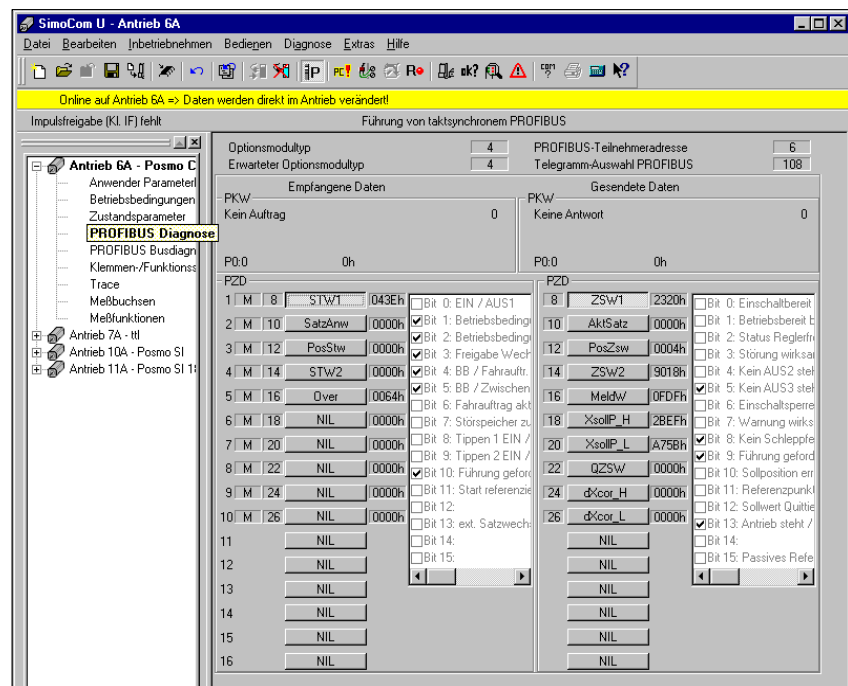

Fig. 5-38 Parametrización accionamiento maestro
P. ej., el valor real (datos transmitidos) con PZD 18 (XsollP_H) en el accionamiento maestro (fig. 5-38) tiene que coincidir con la consigna (datos recibidos) con PZD 18 (Xext_H) en el accionamiento esclavo (fig. 5-39).